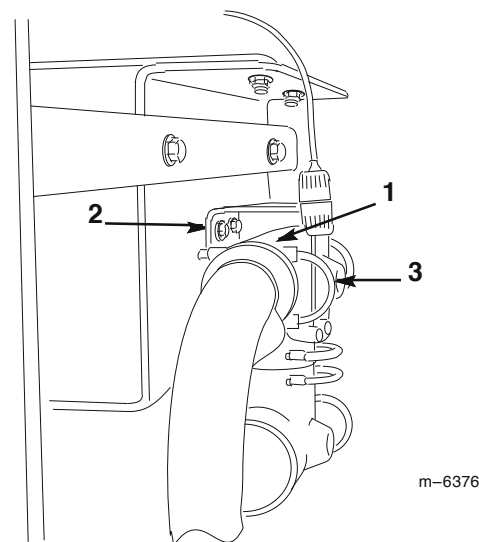

図10
6. boom送液バルブの後ろでT字管を固定している取付金具を外し、T字管がホースからぶら下がるようにする(図10)。
7. T字管の背面にあるポートに、慎重に穴(直径1/4 インチ、6.35 mm)をあける(図10)。
4. 赤いチューブと同封されている銀色のフィッティング (小) のネジ部にテフロンテープを左回りに巻き、プーム・バルブの前にあるT字管にあけたポートに取り付ける (図10)。